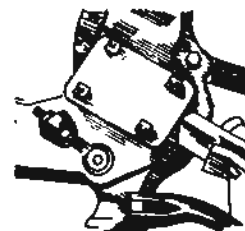

Fig. 4
- a Afloje las tuercas y tornillos que sujetan la grapa del bastidor al galápago (fig. 4).